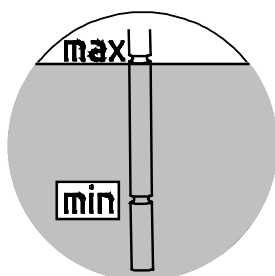

Figura 23: controllo del livello dell'olio con l'astina di misura
4. **Riduttori con serbatoio di livello dell'olio:** il livello dell'olio deve essere controllato con il tappo munito di astina (filettatura G1¼) nel serbatoio di livello dell'olio. Con l'astina completamente avvitata, il livello dell'olio deve essere compreso tra la tacca inferiore e quella superiore (vedere Figura 23). Il livello dell'olio deve essere eventualmente rabboccato con il tipo di olio corrispondente. È consentito azionare questi riduttori solo nella posizione di installazione specificata nel capitolo 7.1 "Posizioni di montaggio e manutenzione".